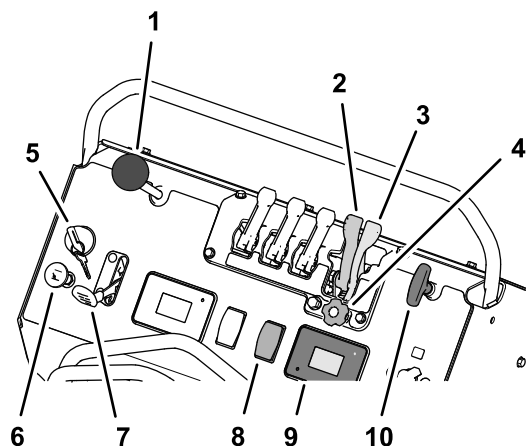

図 39
1. エンジンを始動し、スロットルを低速と高速の間位置にセットする 図 39。
2. スイッチ上部を軽く押してインペラ駆動モータを作動させる 図 39。